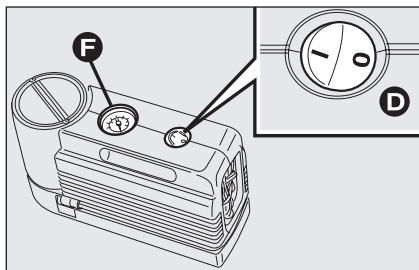
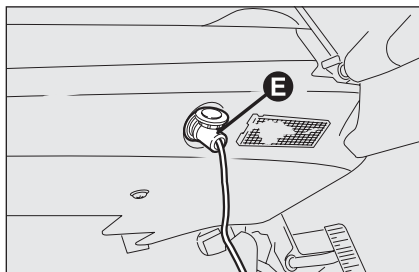

fig. 5
fig. 6
- assicurarsi che l'interruttore **D-fig. 5** del compressore sia in posizione **0** (spento), avviare il motore, inserire la spina **E-fig. 6** nella presa di corrente più vicina e azionare il compressore portando l'interruttore **D-fig. 5** in posizione **I** (acceso). Gonfiare il pneumatico alla pressione prescritta nel paragrafo "Pressione di gonfiaggio" del capitolo "Dati Tecnici".
Per ottenere una lettura più precisa, si consiglia di verificare il valore della pressione sul manometro **F-fig. 5** con il compressore spento;